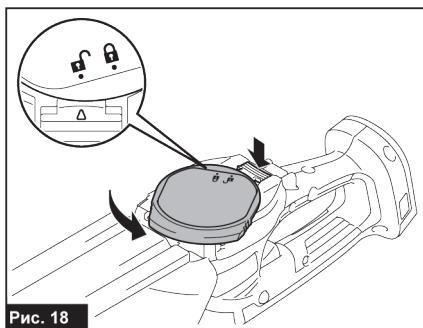

Рис. 18
2. Удерживая рычаг блокировки в нажатом положении, поворачивайте нижнюю крышку против часовой стрелки, пока значок на нижней крышке не совместится с отметкой на рычаге блокировки (рис. 18).